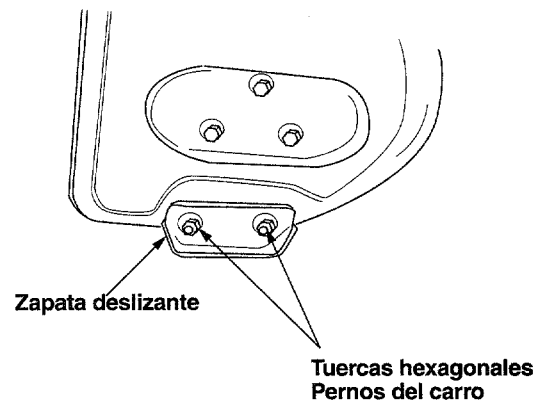

Figura 14
- Ajuste las zapatas deslizantes aflojando las cuatro tuercas hexagonales y los pernos del carro y moviendo las zapatas deslizantes a la posición deseada. Asegúrese que toda la superficie inferior de la zapata deslizante esté apoyada sobre el suelo para evitar un desgaste irregular de las zapatas deslizantes. Vea la Figura 14.